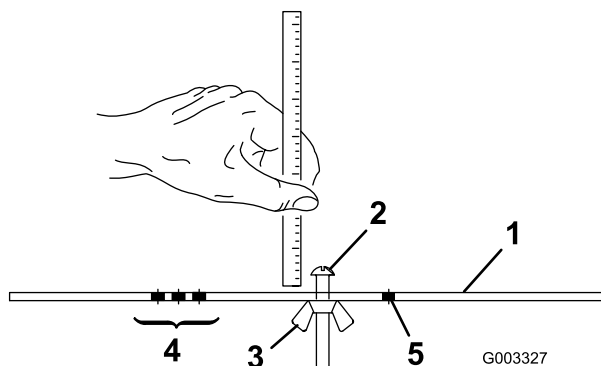

図 24
2. ゲージバー 図 24 のナットをゆるめ、調整ネジを希望の刈り高に合わせる